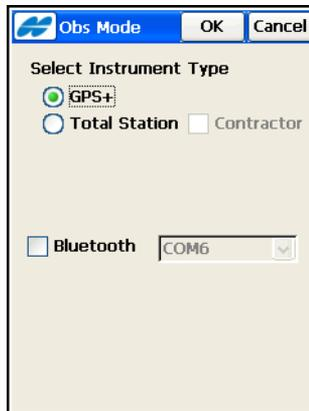

Abbildung 3-1. Beobachtungsmodus: GPS
3. Sofern Bluetooth® von Empfänger und Feldrechner nicht unterstützt wird (oder falls die Bluetooth-Option deaktiviert ist), verbinden Sie den Feldrechner über ein Kabel mit dem Empfänger und wählen Sie in TopSURV als Instrument „GPS+“ (Sie können diese Einstellung später noch im Fenster *Beobachtungsmodus* (Abbildung 3-1 auf Seite 3-2) ändern).